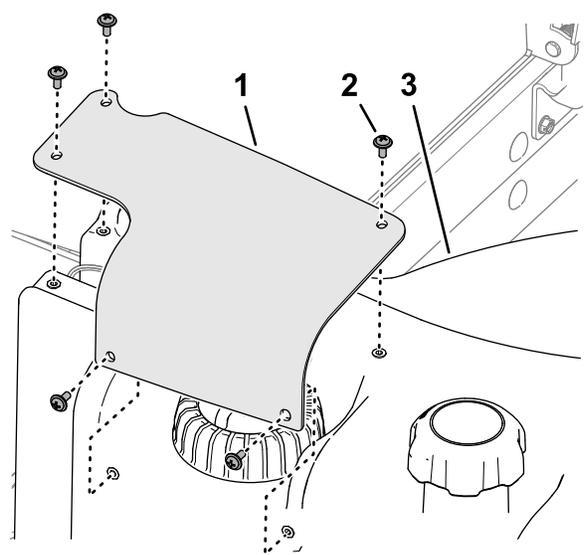

図 131
7. 燃料センダのカバーについている穴を燃料タンクの穴に合わせ、プラスねじ5本でカバーをタンクに取り付ける 図 131。